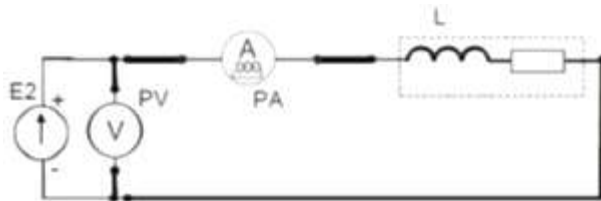

Рисунок 13
5. Определить величину активного сопротивления катушки методом амперметра и вольтметра. Для этого подключить её к источнику постоянного напряжения E_2 (рис. 13). Установить у цифрового амперметра режим измерения постоянного тока. После проверки схемы преподавателем включить источник питания E_2 , установить у него выходное напряжение 10 В и измерить величину постоянного тока в цепи. Результат занести в таблицу 17. Выключить электропитание.